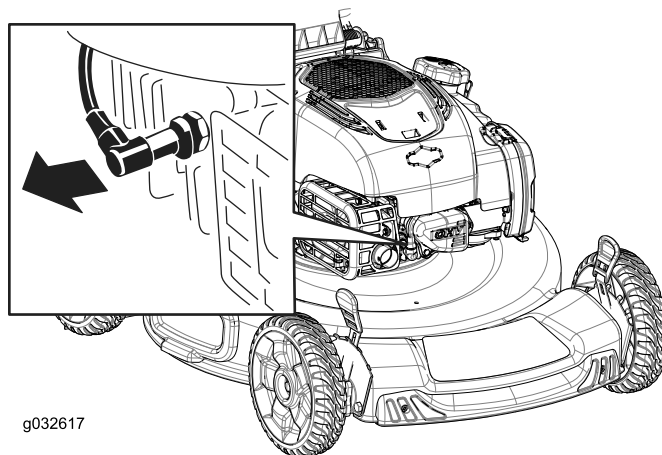

Figura 29
2. Scollegate il cappellotto dalla candela (Figura 29).